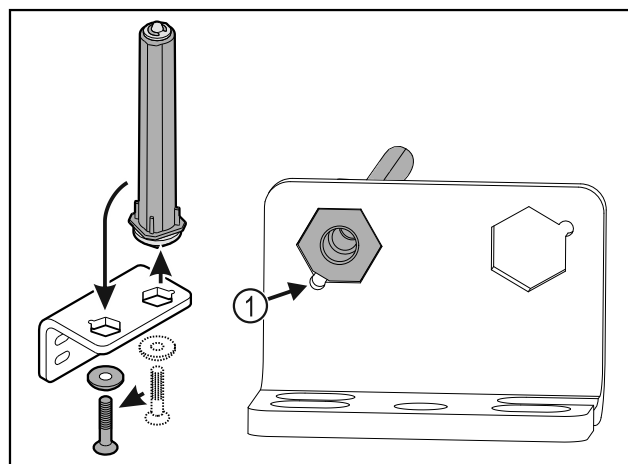

Fig. 35
- ▶ Bodite pozorni, da pri vstavljanju izravnalne točke sornika Fig. 35 (1) kažejo v smeri okrogle luknje.